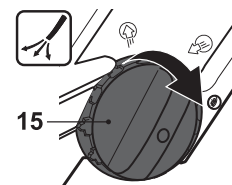

Fig. 10
> Mueva el selector de modo (15) a la posición  para usar el producto como soplador (Fig. 10).